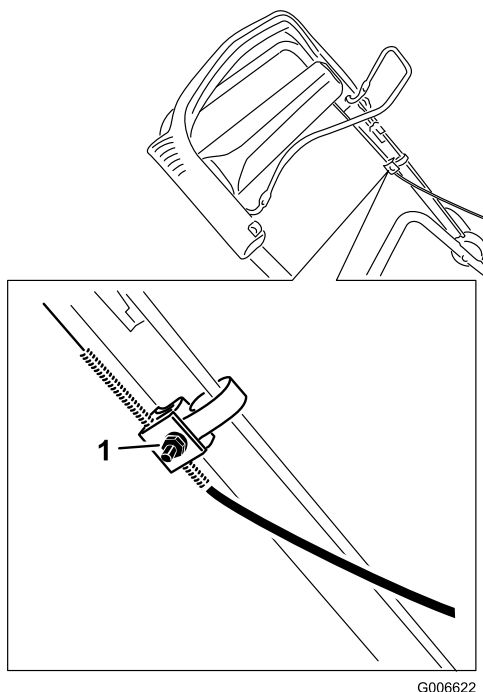

Figura 28
3. Afloje la tuerca del soporte del cable (Figura 28).